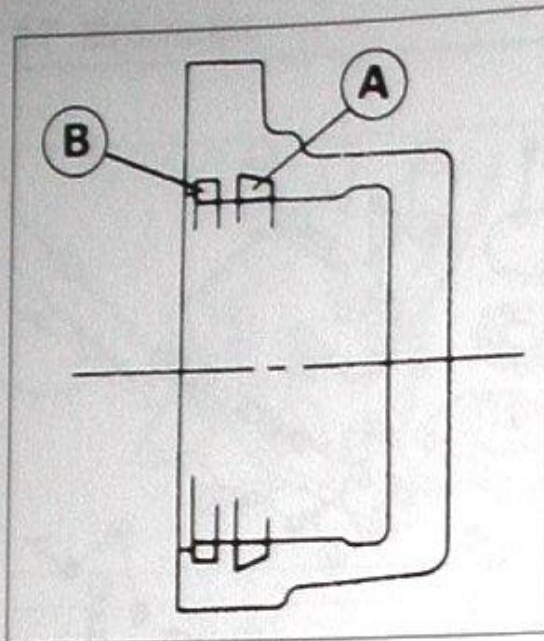

Bild 252
- Dicht- und Staubdichtringe (Bild 252) in Bremszylinder einsetzen. Darauf achten, dass Dichtlippen beim Einsetzen der Kolben nicht umgewendet werden.